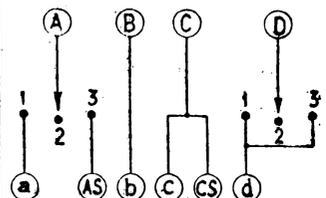

Figure 7
b) Cas d'alimentation mixte avec HT sur secteur. Ce cas correspond au commutateur indiqué sur la figure 7. On voit que l'on a besoin d'un commutateur bipolaire à trois directions. En position 1, on a le branchement aux batteries. En position 2, il y a arrêt; en position 3, on branche la tension redressée au point + HT, et les filaments, à nouveau, à la pile 1,5 V.